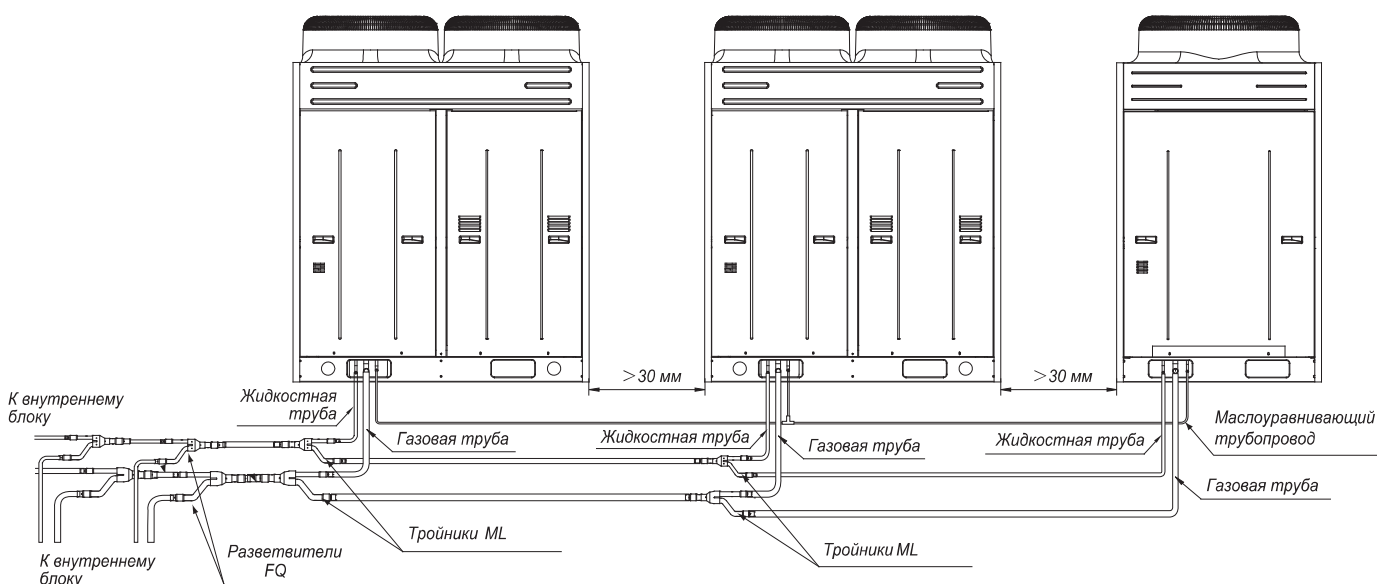

Рис. 7.2.
7.3.1. В системе ALPICAIR VRF5 для соединения наружных блоков в один модуль применяются тройники типа ML, а для подключения внутренних блоков – разветвители (рефнеты) типа FQ (рис. 7.2.).